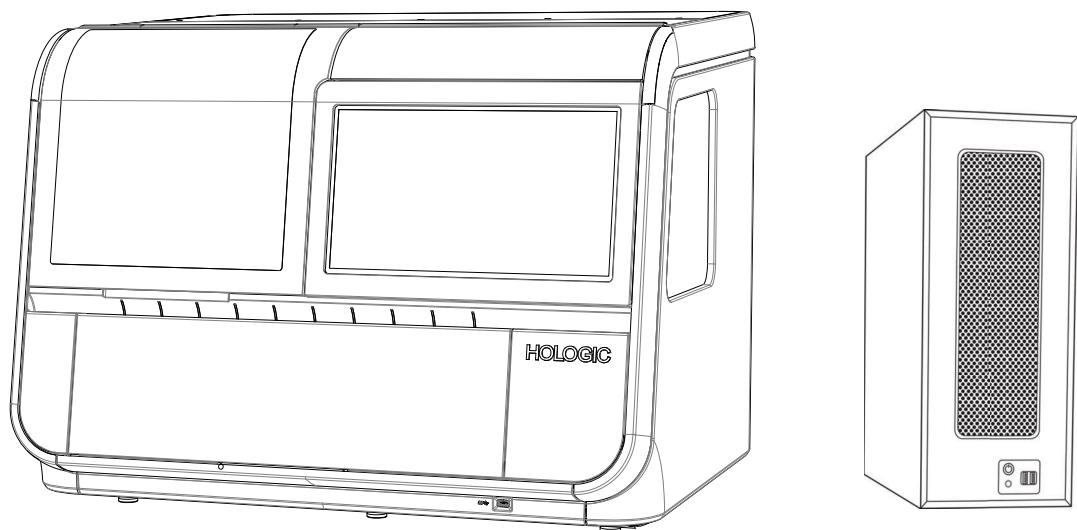

Figure 1-1-1 Le processeur de l'imageur numérique Genius et l'ordinateur de l'imageur numérique
- **Processeur de l'imageur numérique** : numérise les lames. (Voir Figure 1-1-1.)